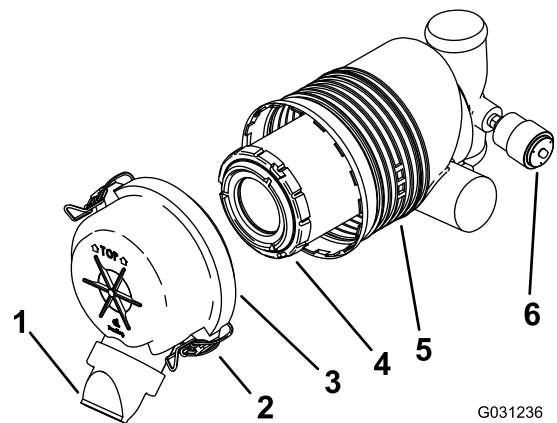

Figura 44
Importante: Revise el filtro del limpiador de aire únicamente cuando el indicador de mantenimiento se ve rojo (Figura 44). El cambiar el filtro antes de que sea necesario sólo aumenta la posibilidad de que entre suciedad en el motor al retirar el filtro.
4. Abra los cierres del limpiador de aire y tire de la tapa de la entrada de aire para separarla del cuerpo del limpiador de aire (Figura 44).
1. Extraiga con cuidado el filtro del cuerpo del limpiador de aire (Figura 44).
4. Instale el filtro con cuidado (Figura 44).
5. Instale la tapa del limpiador de aire con el lado marcado "TOP" hacia arriba, y fije los cierres (Figura 44).